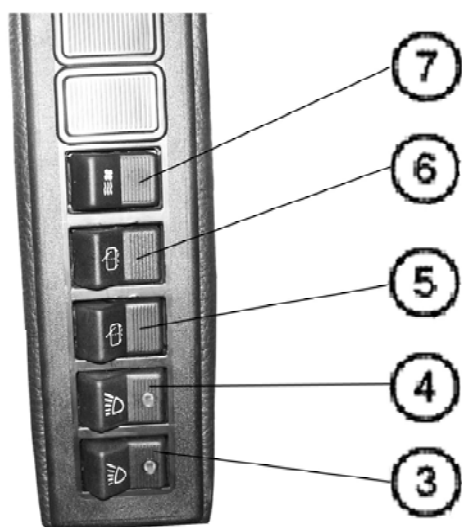
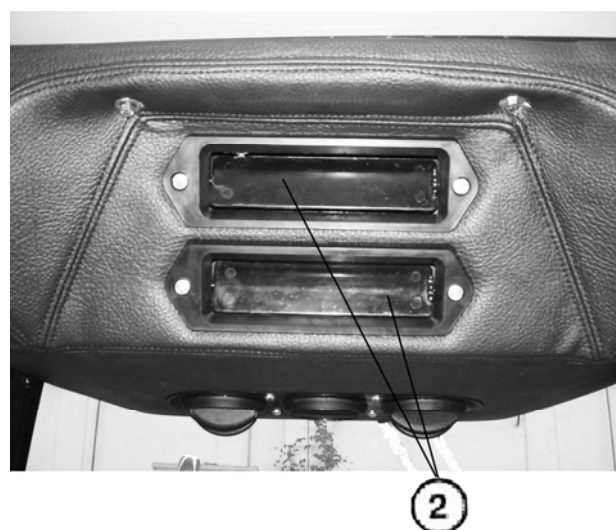

Рис.4.17.2
Рис. 4.20.2
- После открытия крана (1) включите вентилятор отопителя с помощью переключателя (поз.3, см. рис. 4.17.2 на с. Г10) и направьте поток воздуха в желаемом направлении с помощью регулируемых каналов. Путем открытия или закрытия рециркуляционных заслонок (2) можно управлять количеством свежего воздуха, поступающего в кабину (рис. 4.20.2).
ПРИМЕЧАНИЕ: Для быстрого прогрева воздуха в кабине полностью откройте рециркуляционные заслонки и включите высокую скорость вентилятора отопителя переключателем (поз.3, см. рис. 4.17.2 на с.Г10).